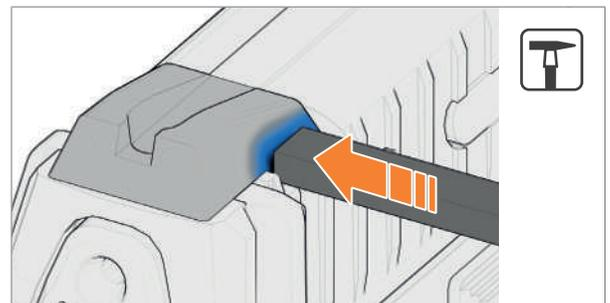

Abb. 38: Visier entnehmen
3. Visier mit Werkzeug entnehmen (Abb. 38).